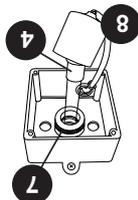
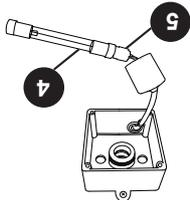
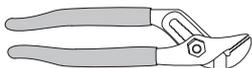

Figure 3
Figure 4
Figure 5
17. Faire glisser la nouvelle ampoule UV (4) dans le tube de quartz, Fig. 3.
18. Réinstaller la gaine protectrice noire (8) sur l'écrou à compression (7).
19. Réinstaller le couvercle (10) et le joint d'étanchéité (9), et visser le tout en place.
3. Enlever la gaine protectrice noire (8) en la faisant glisser le long du câble pour l'éloigner de l'écrou à compression (7), Figure 3.
4. Retirer délicatement la ampoule UV (4) du tube de quartz.
5. Retirer la douille (5) de la ampoule UV (4), Figure 4.
6. Retirez l'écrou de compression du joint de quartz (7) en le tournant dans le sens **antihoraire**, Figure 3. Utilisez une paire de pinces multiprises si nécessaire, Figure 5. Vous remarquerez qu'une rondelle de compression en acier inoxydable (6) glisse sur le tube de quartz. Conservez la rondelle (6) pour une utilisation ultérieure, Figure 6. Il existe également un joint d'étanchéité noir (13); saisissez le joint d'étanchéité noir, puis retirez lentement et délicatement le tube de quartz.
7. Vous pouvez maintenant nettoyer ou remplacer le tube de quartz à l'étape 10. S'il faut remplacer le tube (2), suivre les étapes 8 et 9, et passer directement à l'étape 10.